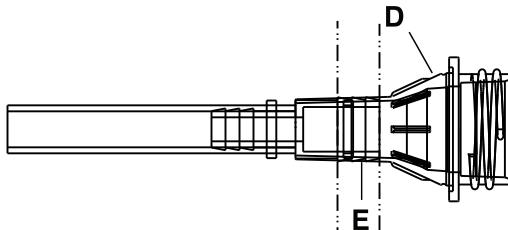

Fig. 8-6: Installér kabelbinderen på ventilhuset
12. Centrer ved hjælp af en låsepistol den medfølgende kabelbinder (E) omkring ventilhuset (D) og reduktionskoblingstilslutningen (Fig. 8-6 på side 8-21).
14. Centrér ved hjælp af en låsepistol den medfølgende kabelbinder (E) omkring ventilhuset (D) og reduktionskoblingstilslutningen (Fig. 8-6 på side 8-21).